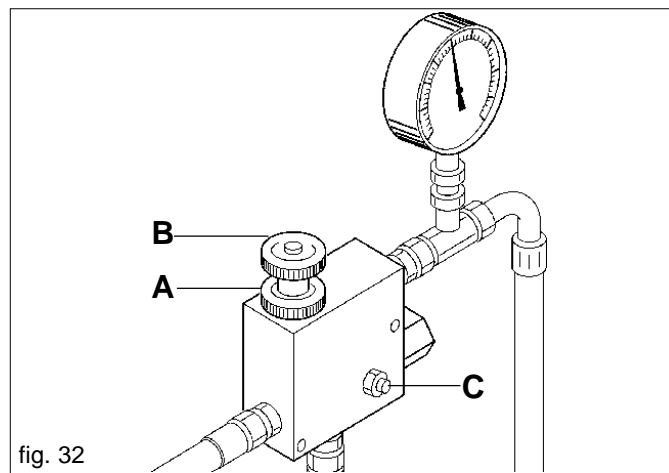

fig. 32
Sólo cuando el aceite alcanza una temperatura ideal y la velocidad sea estable, es posible regular la presión. Si el equipo se usa con diferentes tractores y, por consiguiente, con diferentes distribuidores y aceites, hay que repetir el procedimiento de regulación para cada tractor. En los tractores con bomba de caudal variable (circuito hidráulico cerrado), equipados con regulador del caudal de aceite, hay que abrir por completo el regulador de tres vías (B Fig. 32) y, comenzando con poco caudal de aceite, abrir gradualmente el regulador interior del circuito del tractor hasta alcanzar la presión deseada, indicada por el manómetro (C Fig. 29).
Se es necesario aumentar incrementar el número de revoluciones de la toma para la distribución de semillas mayor, moviendo con prudencia y atención como segue (Fig. 32):
- afloje la rosca de bloqueo (A Fig. 32);
- girar en sentido horario o antihorario el pomo (B) para disminuir o aumentar la presión y variando el número de revoluciones de la toma.